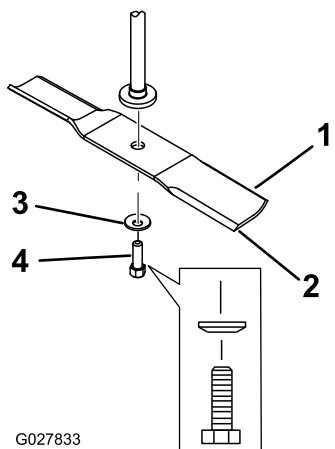

Figura 47
Sujete el extremo de la cuchilla usando un trapo o un guante grueso. Retire del eje el perno de la cuchilla, la arandela curva y la cuchilla (Figura 47).
- Instale la cuchilla en el eje (Figura 47).
- Instale la arandela curva (con la copa hacia la cuchilla) y el perno de la cuchilla (Figura 47).